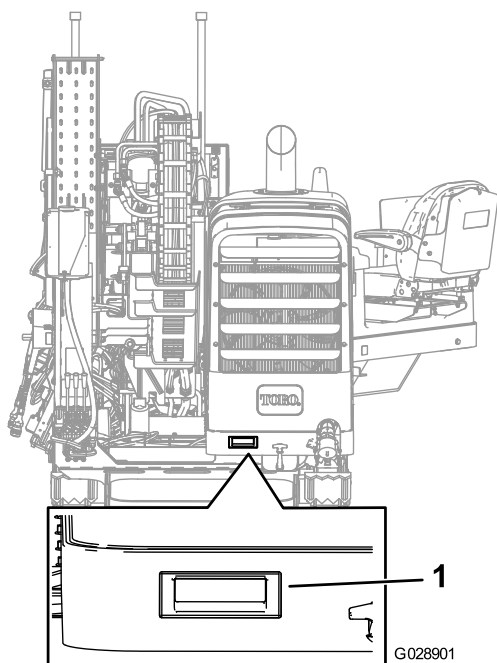

Рисунок 61
3. Поднимите опорную штангу, как показано на Рисунок 61.